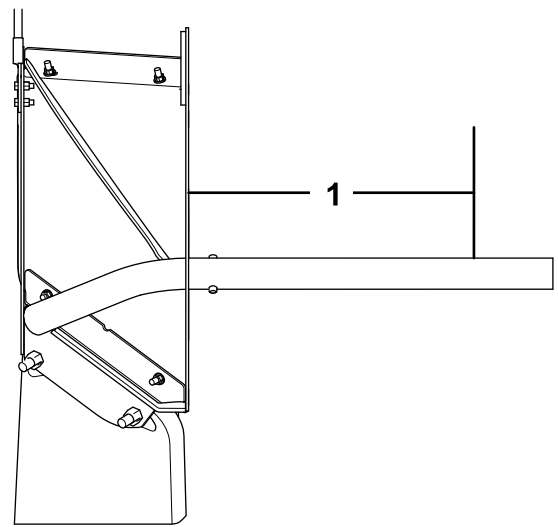

Figure 8
12. Si votre chasse-neige porte le numéro de série BC114675 ou un numéro plus récent, coupez le tube de l'ailette aux dimensions indiquées ci-après (Figure 8).